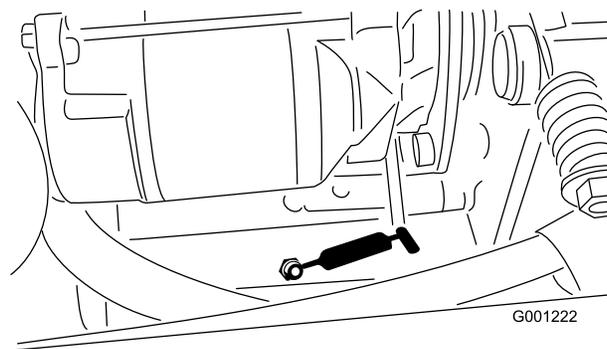

図 40
- ・ PTO の後ベアリング (図 40)
- ・ PTO のテンションピボット (図 40)